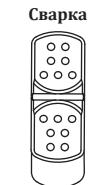

Рисунок 5
- Во время сварки вы можете выполнить повторную настройку с помощью кнопок номер Рисунок 5. Эта функция защитит ваше лицо от брызг.
- Вы получите результат без потускнения, если переместите кнопку с номером Рисунок 5 в режим шлифования.